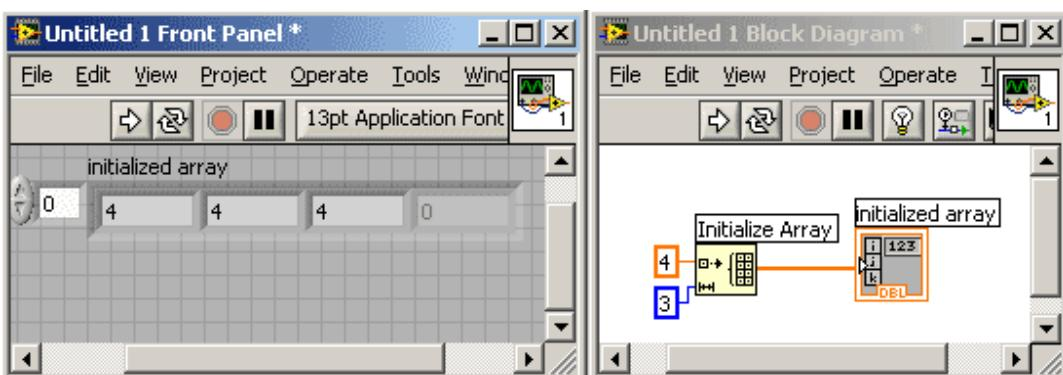

Рис.20 Пример использования функции *Initialize Array*
*Инициализация массива (Initialize Array)* – создает  $n$ -мерный массив, в котором каждый элемент инициализирован значением поля ввода данных «*element*». Для увеличения размерности массива достаточно добавить поля ввода данных, растянув функцию. Например, функция *Инициализация массива (Initialize Array)* с заданными полями ввода данных – в поле «*элемент*» («*element*») значение 4, в поле *размерность (dimension size)* значение 3 и при наличии одного поля ввода данных *размерность (dimension size)* - выдаст массив, показанный на рис.20.